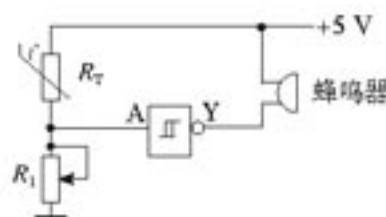

图 6.4-3 温度报警电路
**实验2 温度报警器** 图 6.4-3 是一个温度报警器的电路图。 $R_T$  为热敏电阻，常温下阻值为 2 k $\Omega$  左右，温度升高时阻值减小。 $R_1$  为可变电阻，最大阻值选 1 k $\Omega$  比较合适。蜂鸣器可以选用 YMD 或 HMB 型，当它两端的直流电压为 4~6 V 时会发出鸣叫声。